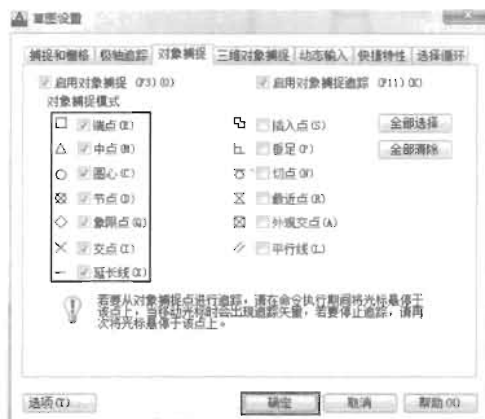

图 3-68
(1) 在绘制螺帽图形的过程中需要打开对象捕捉, 以方便在绘图时准确地捕捉相应的点, 捕捉设置如图 3-68 所示。